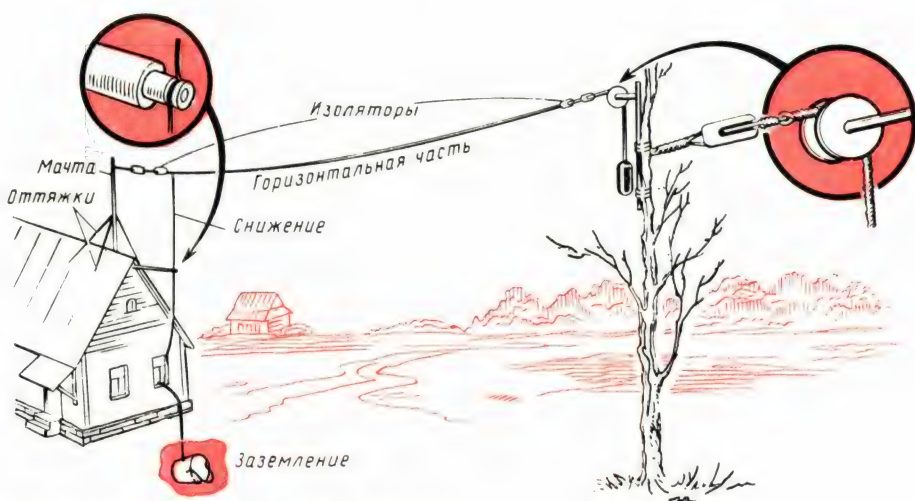

Рис. 22. Устройство Г-образной антенны
**Наружная антенна.** Лучше всего соорудить Г-образную антенну, напоминающую внешним видом букву «Г» (рис. 22). Такая антенна состоит из провода длиной 20–40 м, подвешенного с помощью опор-мачт на высоту
Если в качестве одной опоры антенны использовать дерево, то к его стволу нужно привязать шест с блоком на конце, как показано на рис. 22. Свободный конец троса, пропущенный через блок, к стволу не крепи — во время ветра качающееся дерево может оборвать провод антенны. К нему надо привязать какой-нибудь груз, например камень. Подбирая массу этого груза, легко добиться необходимого натяжения горизонтального луча антенны.